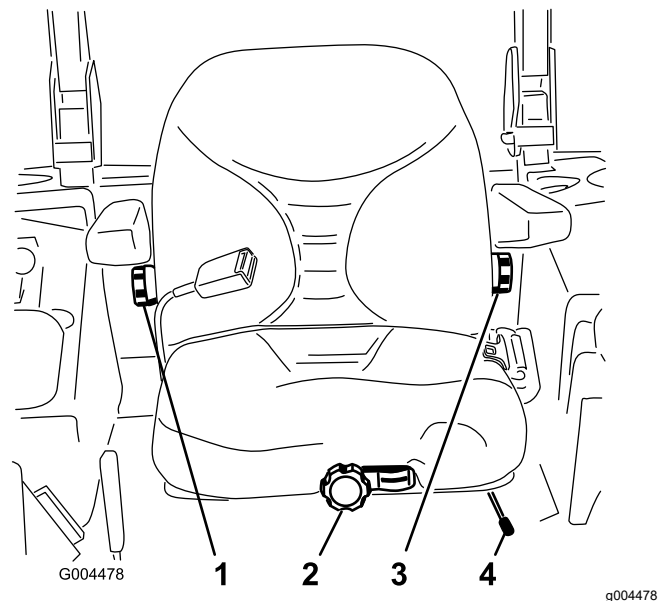

Figura 17
1. Para ajustar el asiento, mueva la palanca lateralmente para desbloquear el asiento (Figura 17).
Para ajustar el respaldo del asiento, gire el pomo situado debajo del reposabrazos derecho en cualquier sentido hasta encontrar la posición más cómoda (Figura 17).
Para ajustar el respaldo del asiento, gire el pomo situado debajo del reposabrazos izquierdo en cualquier sentido hasta encontrar la posición más cómoda (Figura 17).